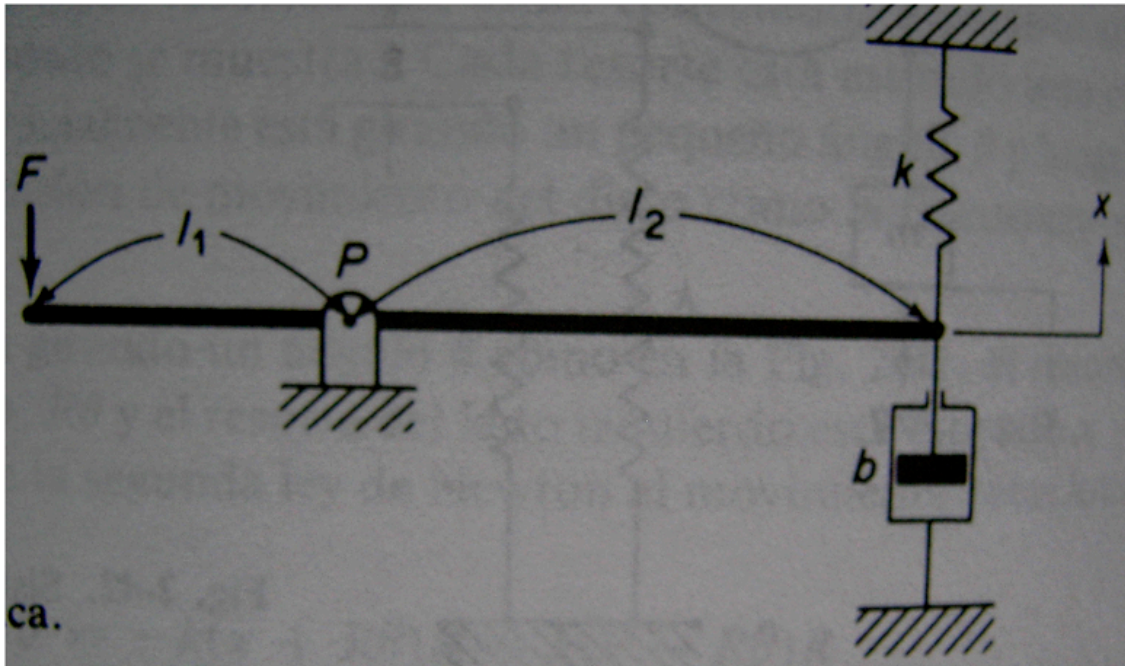

Figura 2. Esquema del sistema 2.
2.- Obtener la respuesta del sistema mecánico de la Figura 2.
La ecuación que representa el comportamiento del sistema de la Figura 2 es: